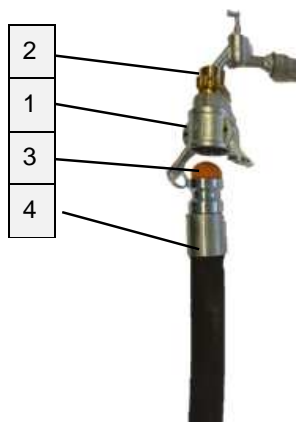

Рис. 74: Подключение соединительного переходника
4. Отсоедините насадку (5) от растворного пистолета.
5. Открутите рым-болт (6) и выньте трубку воздушного сопла (7) из головки распылителя.
6. Удерживайте кран подачи воды рис. 74 открытым, пока губчатый шарик не выйдет из растворного пистолета.
10. Прочистите сначала трубку воздушного сопла (7) острым предметом.